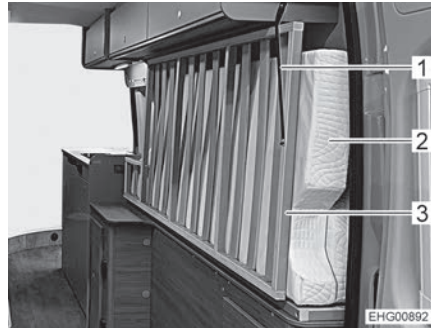

Fig. 46 Lit droit en position de transport
- Plier le matelas (Fig. 46,2) du lit droit (dans le sens de marche) sur sa longueur et le pousser sur son chant le plus à l'extérieur possible (voir Fig. 46).
- Rabattre le sommier (Fig. 46,3) du lit droit vers le haut.
- Bloquer l'extrémité arrière du sommier avec une sangle de retenue (Fig. 46,1).